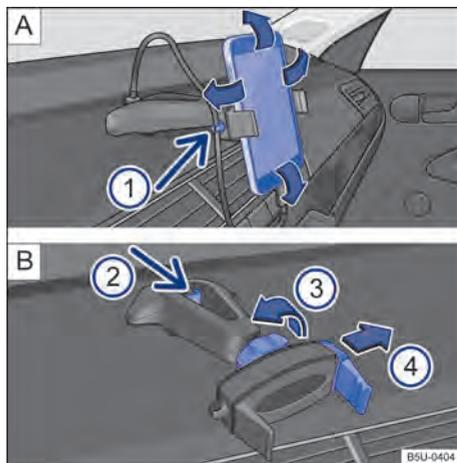

Fig. 213 No console central: suporte para smartphone e ajustes.
- Segurar o suporte com uma mão e pressionar o botão de destravamento → Fig. 213 [B] ② (seta).
- Com a haste → Fig. 213 [B] ④ deslizar no sentido da seta, e instalar o smartphone no alojamento.
- Com a outra mão deslocar a haste → Fig. 213 [B] ④ até que seja possível remover o aparelho do alojamento.
- Colocar o cabo USB na entrada carregador USB do suporte existente no painel de instrumentos → Fig. 213 [A].
- Prender o cabo no suporte → Fig. 213 [A] ①.
- Para liberar o movimento do suporte, girar a trava → Fig. 213 [B] ③ no sentido contrário da seta.
- Para fixar a posição, girar a trava no sentido da seta ③ → Fig. 213 [B] até a fixação total do suporte.
i O suporte para smartphone tem garantia de 3 anos, com exceção da haste deslizante (garra) → Fig. 213 **B** **4** que tem garantia de 1 ano.